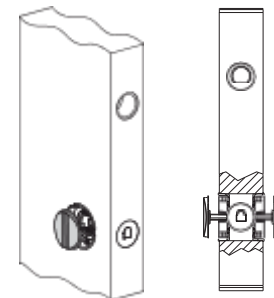

Fig. 5
5. Posizionare le placche tonde o quadre pressandole sino al loro bloccaggio nei supporti e in battuta contro la superficie del pannello (Fig. 5).
Place the plates, round or square, pressing them until their stop clamping into the holders and against the surface of the panel (Fig. 5).